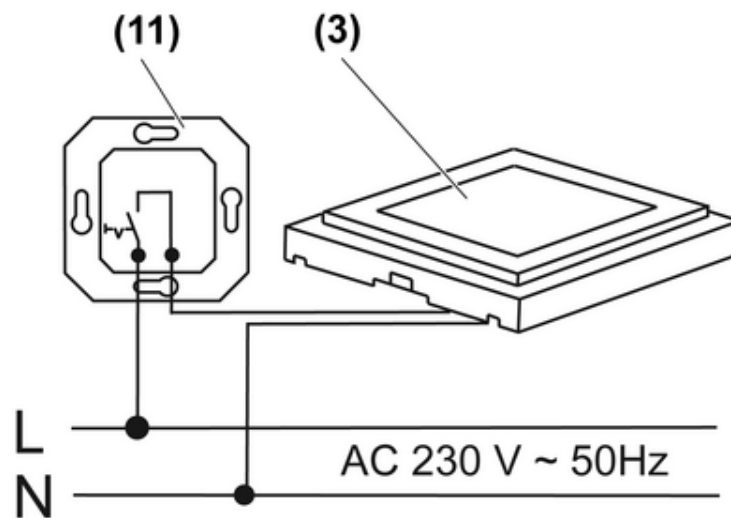

Figure 2
- Raccorder la lampe d'orientation (3) au CA 230 V conformément à l'exemple de raccordement (figure 2) à l'aide des bornes de connexion fournies. Le conducteur extérieur est raccordé au câble marron et le conducteur neutre est raccordé au câble bleu. Pour la mise hors tension, il est possible d'utiliser un interrupteur d'installation (11) ou un commutateur à relais, si souhaité.